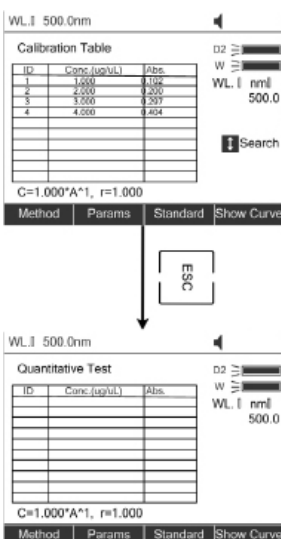

Fig. 4.7
- **Paso 4, Regresar a la pantalla de medición de muestras:** En la pantalla «Tabla de calibración», pulse **[ESC]** para regresar a la pantalla de test cuantitativo (Fig. 4.7).